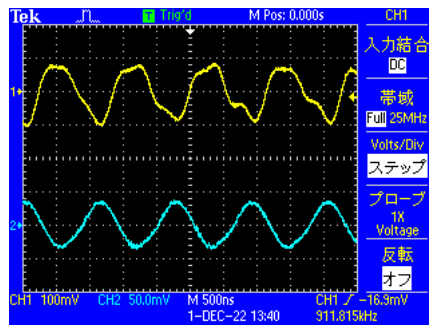

図2  $\omega = 900\text{kHz}$  のときの測定結果
1. 図 2 のように水槽に二本のプローブを差し込む。一つはプローブ支持台を用いて固定し、もう一つはテープで固定する。その間隔  $\Delta x$  は  $\sim 1\text{cm}$  程度に保ち、 $\Delta x$  の値を測定しておく。